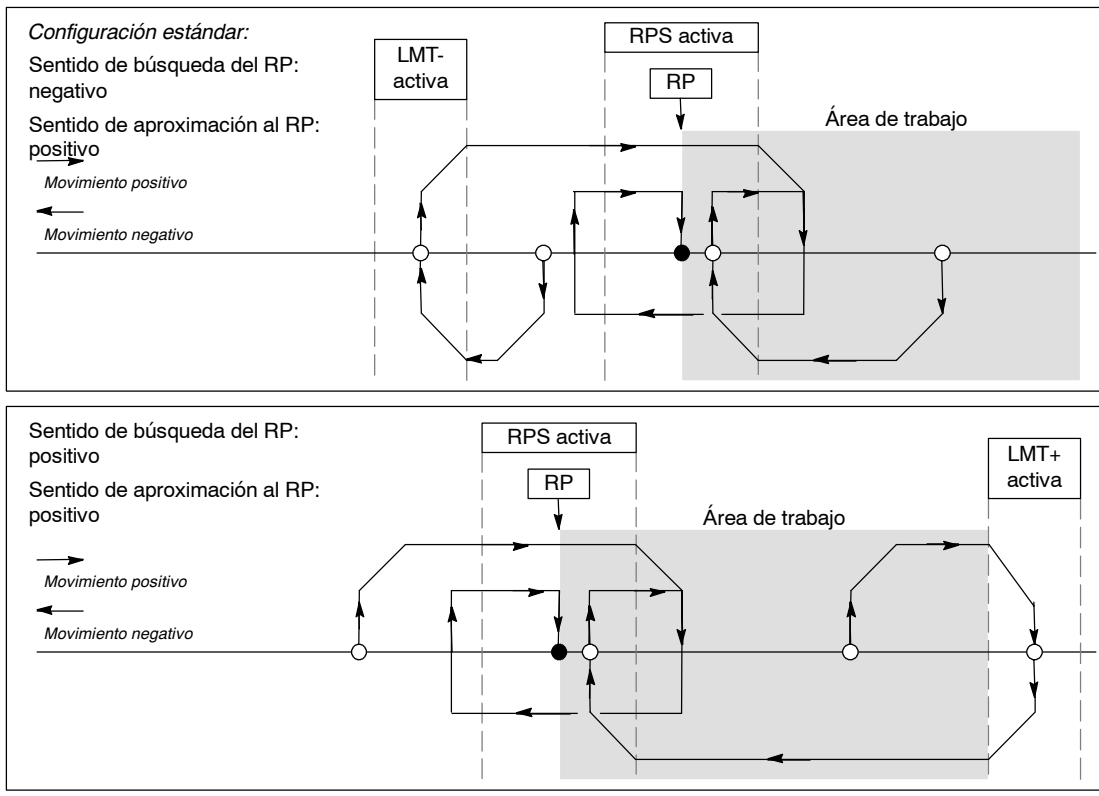

Figura 9-22 Modo 2 de búsqueda del RP
- ❑ La figura 9-22 muestra dos opciones del modo 2 de búsqueda del RP. En este modo, el RP se encuentra en el centro del área activa de la entrada RPS.